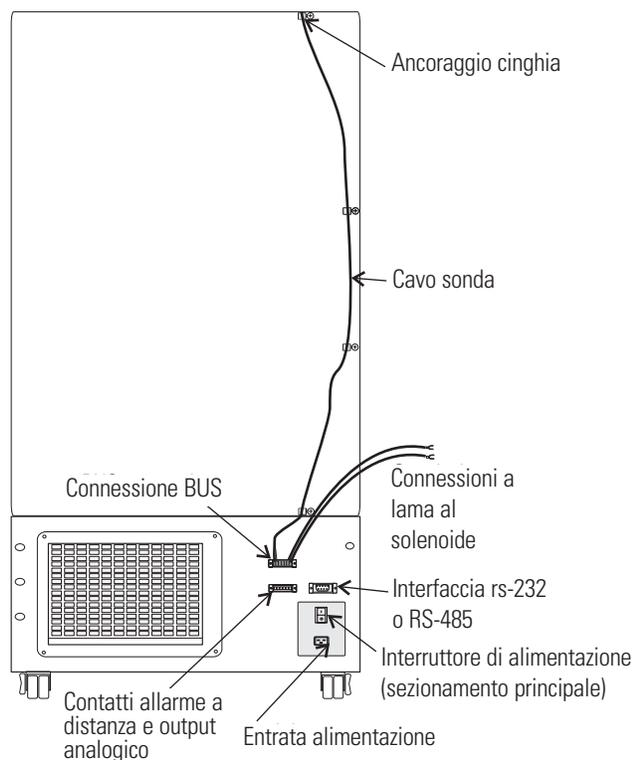

Figura 7-5. Connessioni
1. Rimuovere le quattro viti sul pannello posteriore del freezer e usarli per montare gli ancoraggi della striscia come illustrato in figura 7-5. Fissare il cavo della sonda con le fascette.
4. Collegare l'alimentazione al freezer. Accendere il freezer, con l'interruttore della batteria spento (O).
5. Impostare l'interruttore della batteria in modalità Standby (C) per cambiare entrambe le batterie.